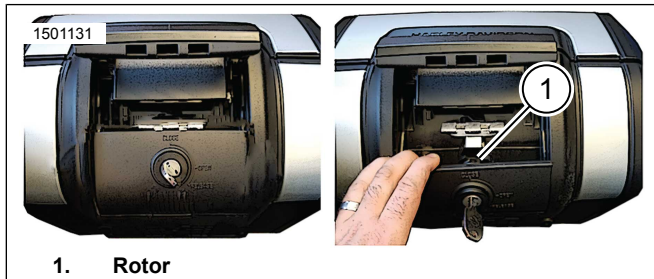

Figura 6. Aceder ao Rotor
- a. Figura 6 Puxar a alavanca de desbloqueio para aceder ao rotor (1).